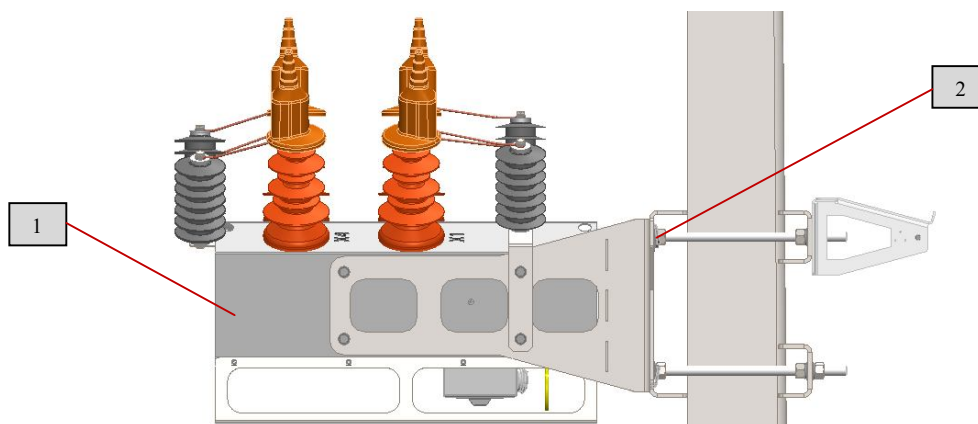

Рис.31 Монтаж коммутационного модуля
Доставить коммутационный модуль (1) к месту монтажа и подвесить его на крючки в выемки на швеллере. После этого зафиксировать четырьмя болтовыми соединениями М12 (2) как на рис.31.